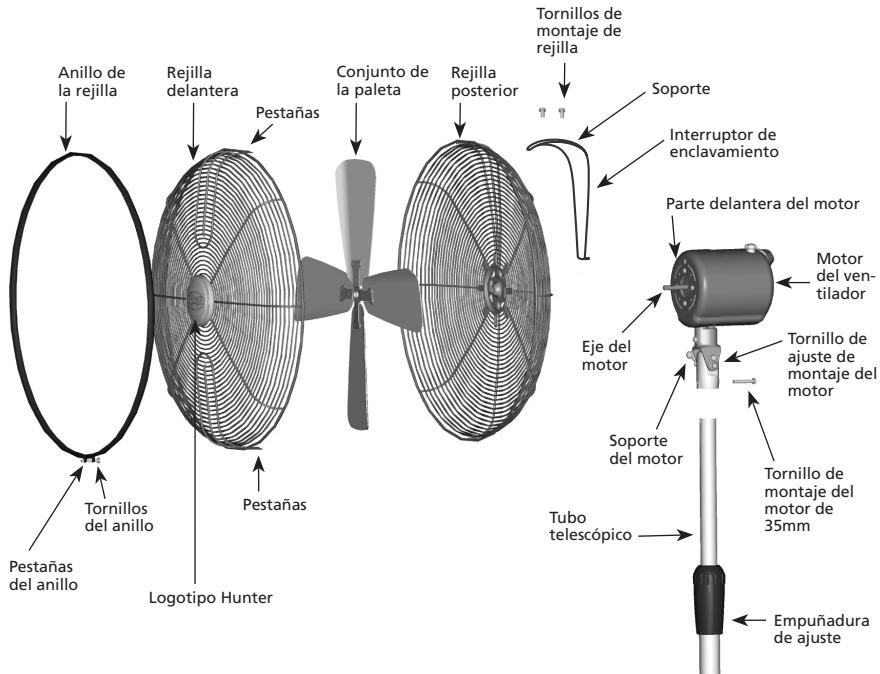

FIGURA 5
16. Sostenga el motor del ventilador sobre los tubos telescopicos y conecte los enchufes. Vea la Figura 5.